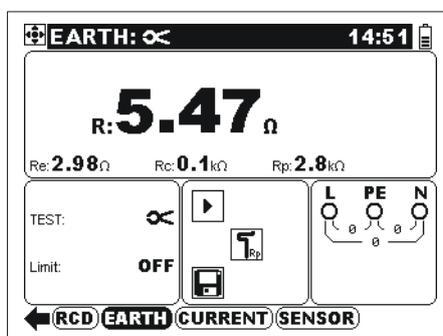

Abb. 5.36: Beispiel des Ergebnisses der Erdungswiderstandsmessung mit einer Stromzange
- ❑ **Schließen** Sie die Stromzange an das Instrument und an die zu prüfende Anlage an (siehe Abb. 5.36).